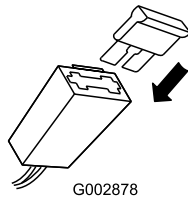

Figure 26
- Placez le fusible dans le porte-fusible (Figure 26).